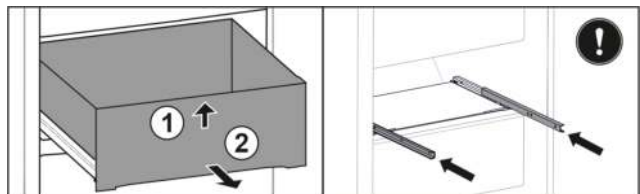

Fig. 125
- ▶ Schubfach vorne anheben. Fig. 125 (1)
- ▶ Schubfach nach vorne entnehmen. Fig. 125 (2)